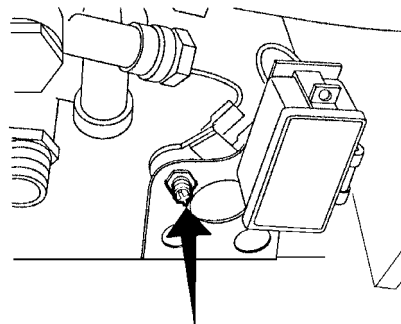

Рис.6
- для моделей с автоматическим розжигом (Идрабньо 11i/14i/17i) необходимо нажать кнопку сброса блокировки (см. рис. 6). **Включать водонагреватель можно не ранее чем через 10 минут после срабатывания предохранительного устройства.**